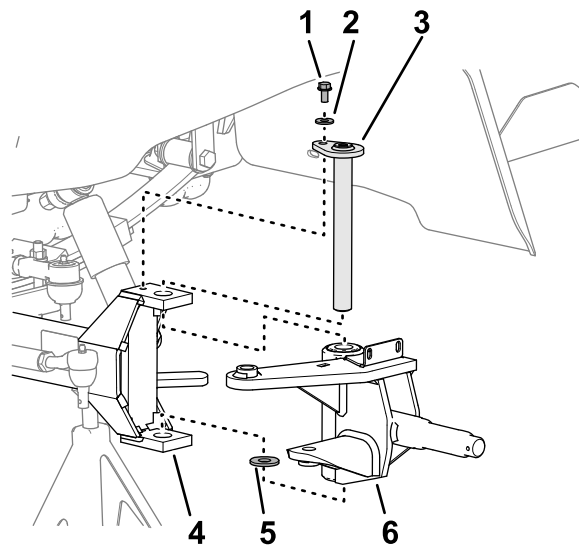

Figura 10
1. Alinee los orificios del casquillo de empuje y de la mangueta con el orificio de la horquilla del eje (Figura 10).
2. Monte la mangueta en la horquilla con el pivote de dirección nuevo (Figura 10).